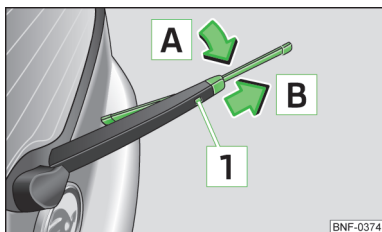

Fig. 33
- Løft viskerarmen fra bagruden, og vip viskerbladet lidt i retning mod viskerarmen, pil **A** » Fig. 33.